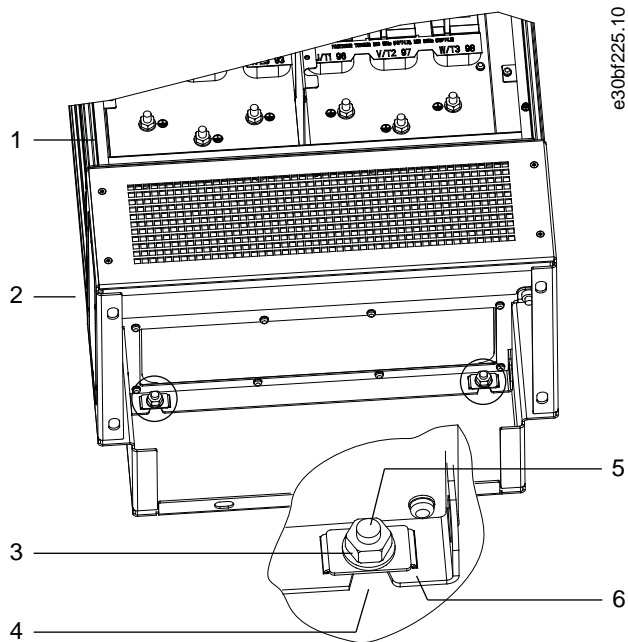

Abbildung 11: Montagepunkte für Befestigung der Gehäuserückseite am Sockel
1. Heben Sie den Frequenzumrichter an und platzieren Sie ihn auf dem Sockel. An der Rückseite des Sockels befinden sich zwei Schrauben, die in die zwei Langlöcher auf der Rückseite des Gehäuses gleiten. Positionieren Sie den Frequenzumrichter, indem Sie die Schrauben nach oben oder unten justieren. Sichern Sie ihn lose mit 2 M10-Sechskantmuttern und Halte-winkeln. Siehe Abbildung 11.